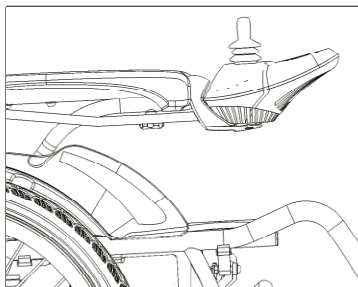

Figura 13
- **Regolazione del controller:** si sieda sulla sedia a rotelle elettrica, allenti il bullone di serraggio, spinga l'asta di fissaggio del controller all'indietro e in avanti fino alla posizione corretta e blocchi il bullone di serraggio, si veda la Figura 13. (Il metodo di regolazione è lo stesso se il controller è installato sul lato sinistro)